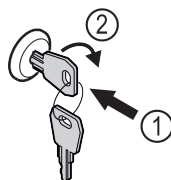

Fig. 206
▶ Zatlačte kľúč. Fig. 206 (1)
▶ Otočte kľúč o 90° v smere hodinových ručičiek. Fig. 206 (2)